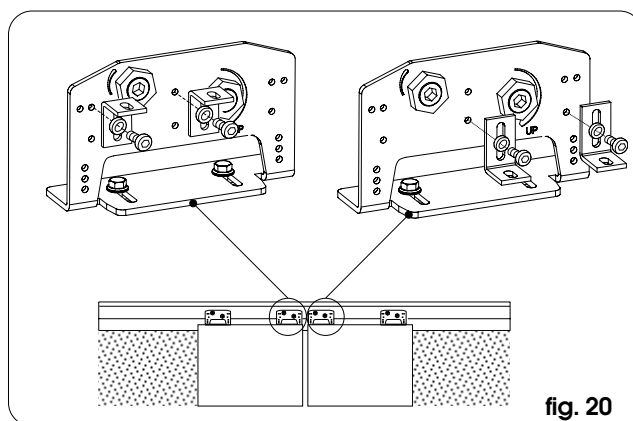
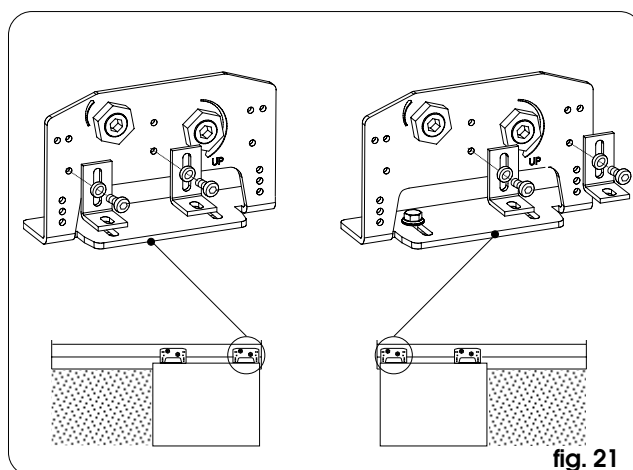

fig. 20
fig. 21
- Montare sui carrelli i supporti aste di movimentazione come in fig. 20 (porta a doppia anta) e fig. 21 (porta a singola anta).